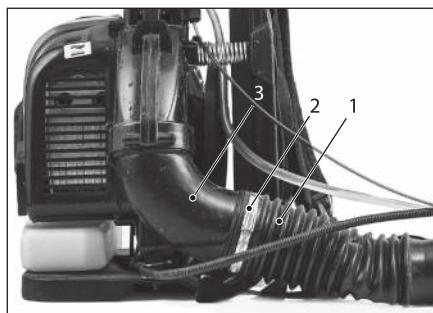

Рис. 1
- Установите хомут 2 (рис. 1) на конец гибкой трубы 1 с большим диаметром. Наденьте гибкую трубу 1 с хомутом 2 на выходной патрубок 3. Затяните хомут 2.